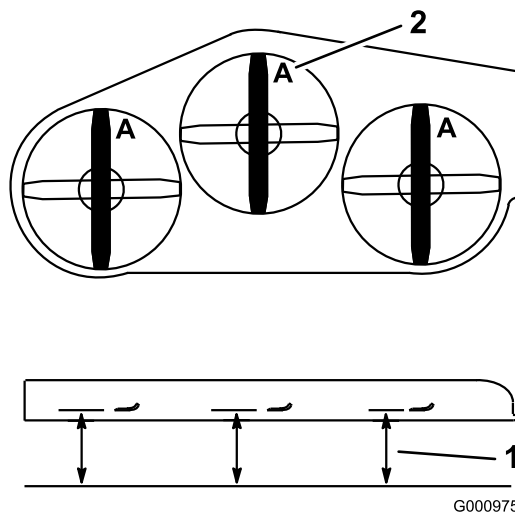

Figura 67
2. Misurate da un piano orizzontale fino al tagliente delle lame, posizione A (Figura 67).